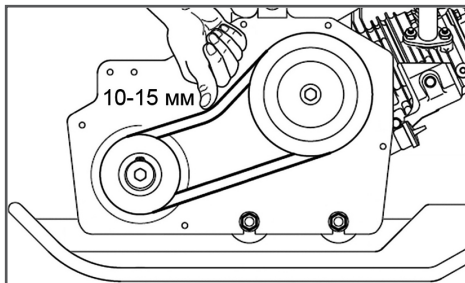
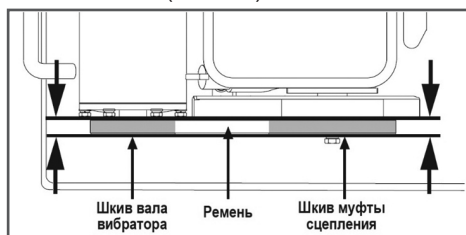

Рис. 32 Проверка натяжения ремня
Рис. 33 Проверка плоскости шкивов и ремня
3. Проверьте натяжение ремня. Правильно натянутый ремень при сильном нажатии пальцем должен прогибаться примерно на 10-15 мм (Рис. 32).
5. Сдвигая двигатель в сторону от вибратора, проверяйте натяжение ремня (Рис. 32). При этом контролируйте, чтобы ремень и шкивы вала вибратора и муфты сцепления были в одной плоскости (Рис. 33).